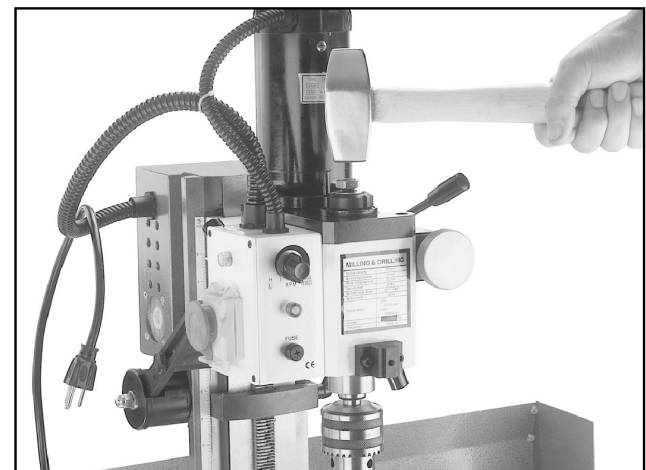

Fig. 10 Slå på trekkstangen med hammer.
5. Med hjelp av en kobber- eller trehammer slå på trekkstangens ende etter **fig. 10**. Borchucken skal nå være løs i spindelen.